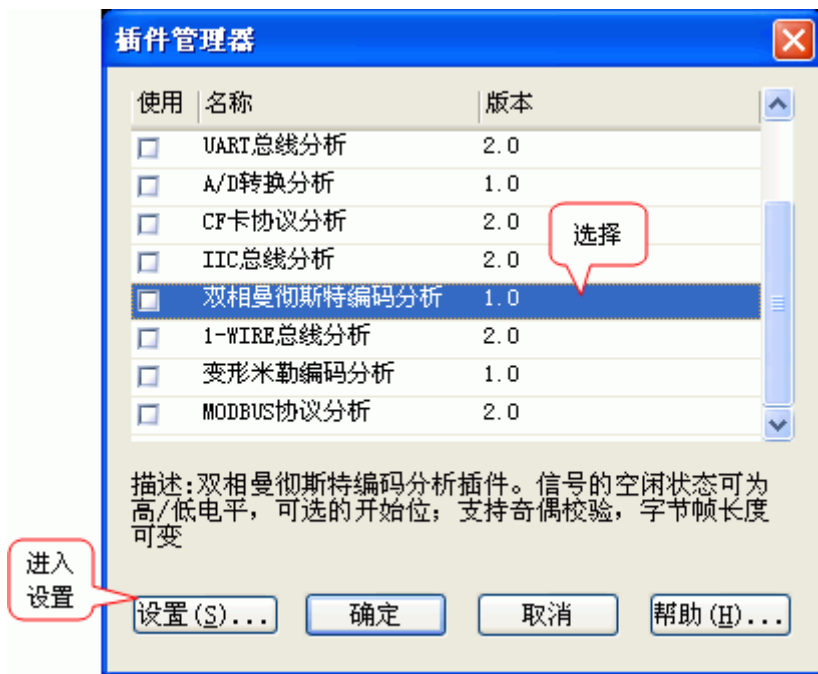

图 9.61 插件管理器之选择双相曼彻斯特编码分析插件
1. 选择菜单中【工具】-【插件管理器】选项，弹出“插件管理器”。可以选择插件进行解码设置。在插件管理器的插件列表框中列出的插件选择“双相曼彻斯特编码分析”插件如图 9.61所示。之后单击“设置”按钮，弹出双相曼彻斯特编码设置窗口，如图 9.60所示。